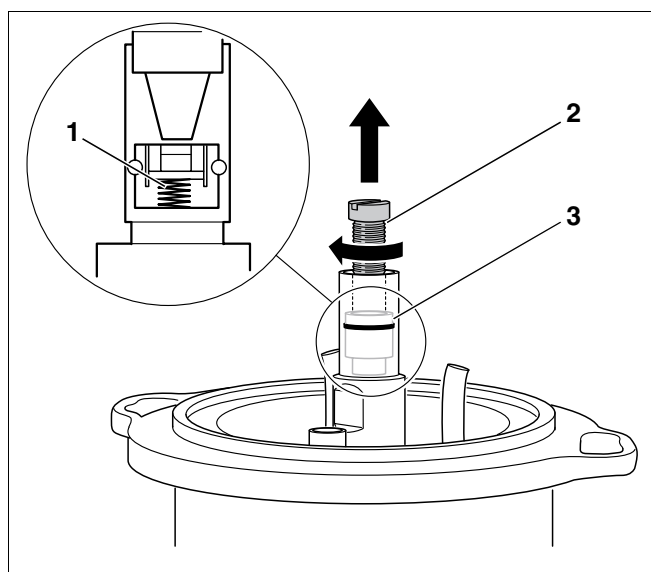

Fig. 31 Înlocuirea ventilului de închidere
Ventilul de închidere (Fig. 31, **Poz. 3**) din preîncălzitorul de combustibil lichid lucrează ca o supapă de sens. Când pompa de combustibil lichid este în funcțiune, ea pompează combustibil lichid prin ventilul de închidere. Dacă pompa se decuplează, ventilul de închidere se închide printr-un arc (Fig. 31, **Poz. 1**).
- Șurubul M5 × 50 (Fig. 31, **Poz. 2**) se înșurubează.
- Se scoate afară (Fig. 31, **Poz. 3**) ventilul de închidere.